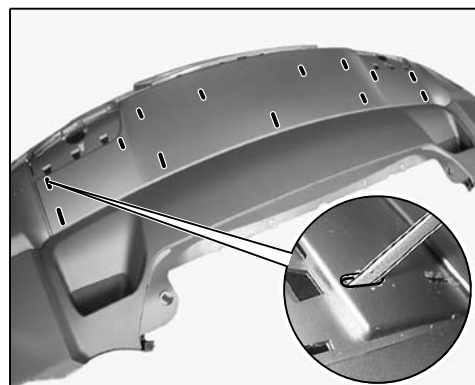

Рис. 7
- 2.1.4 При необходимости обработать продольные отверстия ножом и/или напильником ⇒ *Рис. 7 -лупа-*.